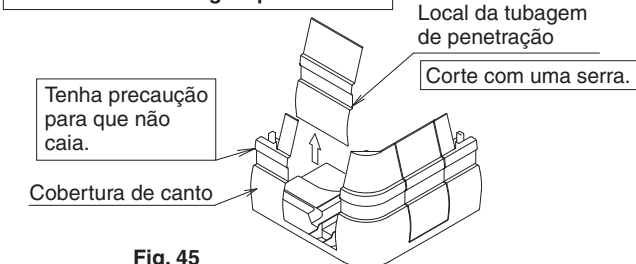

Fig. 45
- Para a saída de tubagens para baixo e para a direita, corte a cobertura de canto como mostrado em Fig. 45 e remova-a. (Ao cortar, tenha precaução e encaixe na unidade interior para que as peças da cobertura de canto não caiam.)